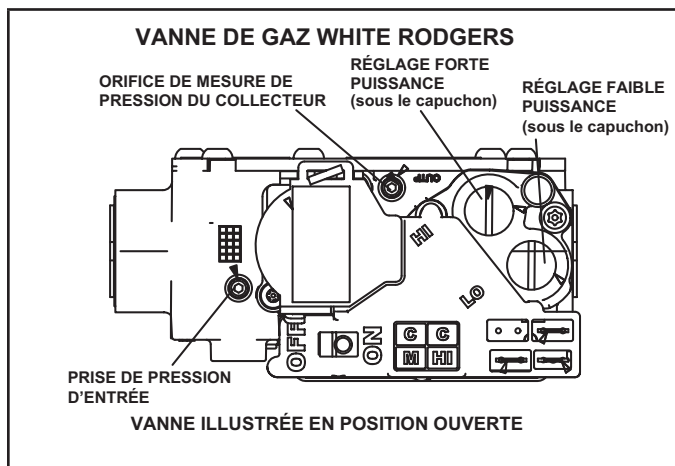

FIGURE 65
Fonctionnement de la vanne de gaz (FIGURE 65)
- 6 - Mettez l'interrupteur de la vanne de gaz sur **OFF/FERMÉE**. Reportez-vous à la Figure 65.
- 8 - Mettez l'interrupteur de la vanne de gaz sur **ON/OUVERTE**. Reportez-vous à la Figure 65.
Une connexion située sur la vanne de gaz permet d'accéder à la pression d'alimentation. Reportez-vous à la Figure 65. Dévissez la vis à tête hexagonale de 3/32 d'un tour, branchez un tube de 5/16 po et branchez un manomètre pour mesurer la pression d'alimentation. Reportez-vous au TABLEAU 25 pour la pression de la conduite d'alimentation.
Une connexion située sur la vanne de gaz permet d'accéder à la pression du collecteur. Reportez-vous à la Figure 65. Dévissez la vis à tête hexagonale de 3/32 d'un tour, branchez un tube de 5/16 po et branchez un manomètre pour mesurer la pression du collecteur.
- 5 - Au besoin, faites les ajustements nécessaires. La FIGURE 65 indique l'emplacement des vis de réglage des puissances mini et maxi.